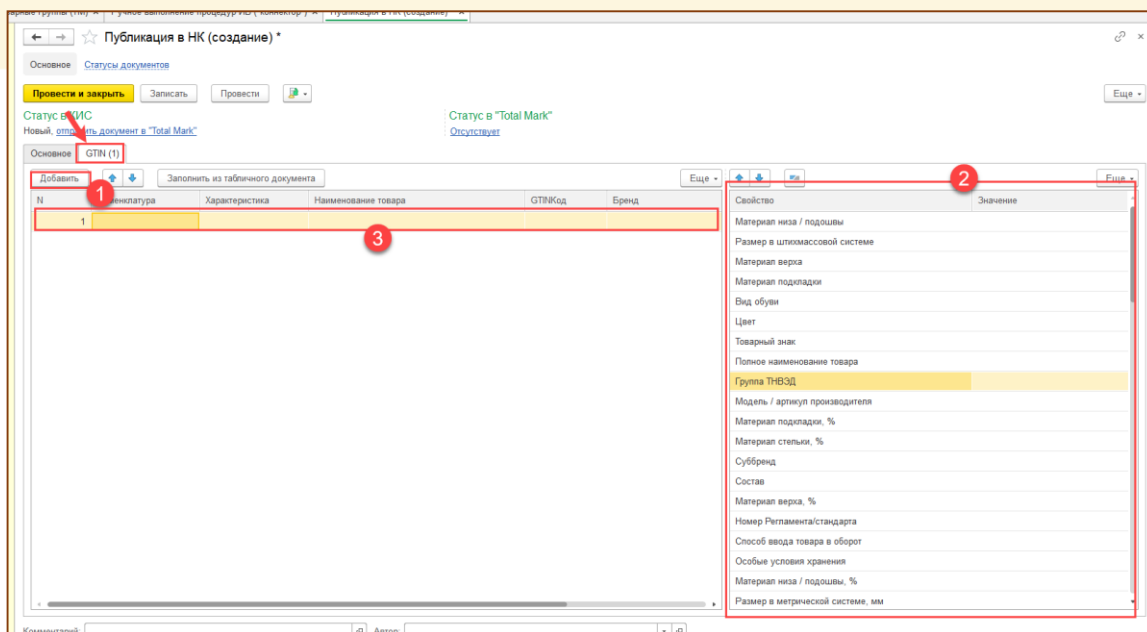

Рис. 5-4 - Публикация в НК
- Вручную. Для этого нужно нажать на кнопку «Добавить», после чего будет добавлена строка для описания товара. Затем указать все значения для свойств товаров (Рис. 5-4);